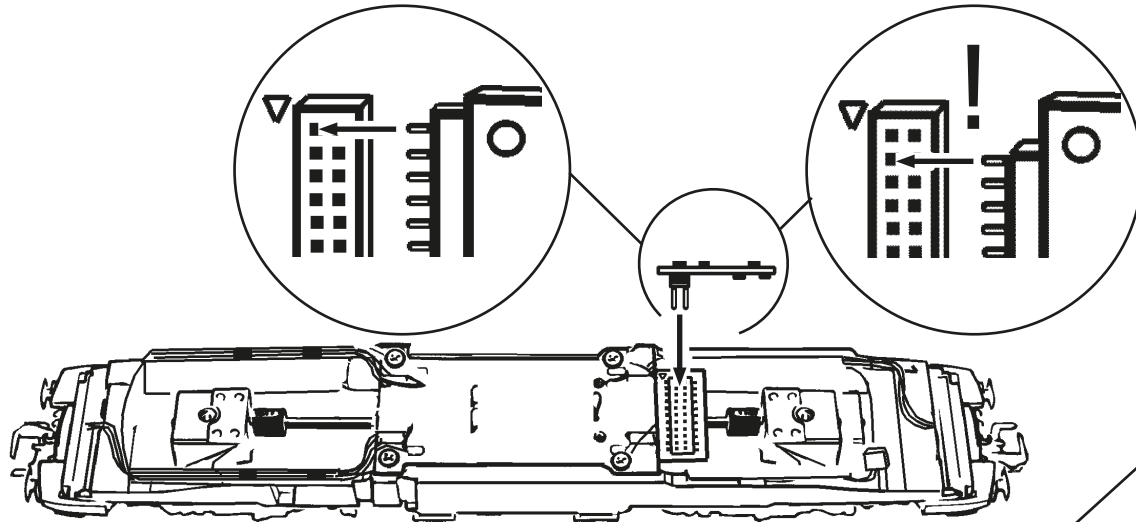
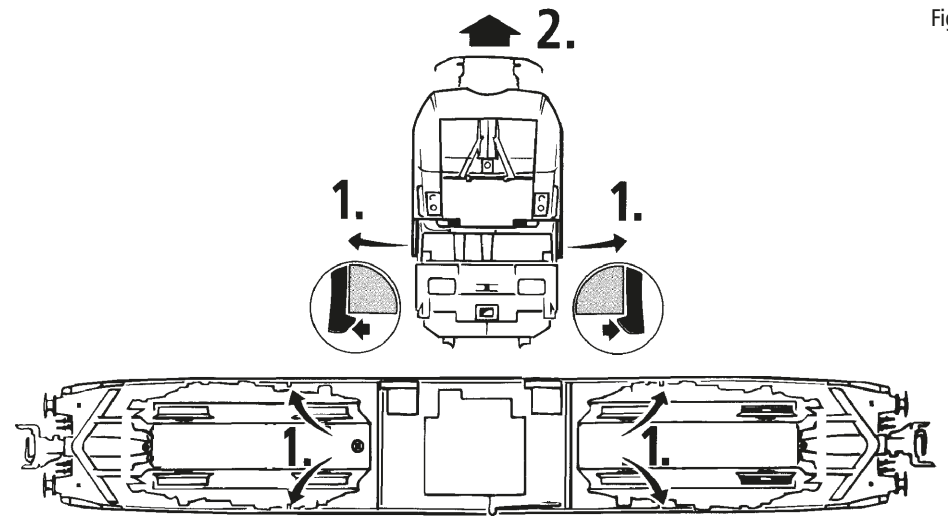

Fig. 8
Fig. 4
1. Reinigung der Radstromkontakte: Radstromkontakte können auf unsauberen Schienen leicht verschmutzen. Entfernen Sie **vorsichtig** mit einem kleinen Pinsel **den Schmutz** an den in Fig. 4 gekennzeichneten Stellen. Dazu zuerst den Getriebedeckel abnehmen (Fig. 8).
3. Haftreifenwechsel: Zuerst den Getriebedeckel abnehmen (Fig. 8). Danach den **Radsatz** herausnehmen und die **Haftreifen** mit einer Nadel od. mit einem feinen Schraubendreher abziehen (Fig. 8). Beim Aufziehen der neuen Haftreifen darauf achten, dass diese sich nicht verdrehen.
1. Cleaning of wheel contacts: Wheel contacts easily get dirty on tracks which are not entirely clean. Use a small brush to **remove dirt** from spots marked in fig. 4. Prior to cleaning the contacts dismantle the bogie (fig. 8).
3. Change of traction tyre: Remove the gear cover (fig. 8). Take out **wheel set** and remove **traction tyre** using a pin or a fine screwdriver (fig. 8). When pressing on the new traction tyre please **avoid twisting it**.
1. Nettoyage des lames de courant aux roues: Les lames de contacts risquent de s'encrasser rapidement sur des voies poussiéreuses. Veuillez **enlever la poussière** aux endroits marqués à la fig. 6 à l'aide d'un petit pinceau souple. A ces fins démontez d'abord le bogie (fig. 4).
3. Échange des bandages d'adhérence: Démontez d'abord le **couvre-carter** des engrenages (fig. 8). Délogez ensuite les essieux bandagés et enlevez, à l'aide d'une aiguille ou d'un tourne-vis fin, les bandages d'adhérence (fig. 8). Lors du montage des nouveaux bandages veuillez veiller à ce que les bandages **ne soient pas tor-dués**.
Fig. 4 a